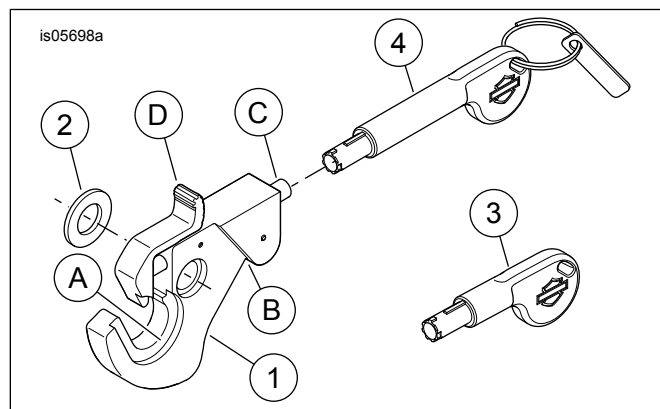

Figure 3. Pièces détachées : Kits de serrure pour accessoires amovibles
Voir Figure 3 et Tableau 2.
Voir Figure 3. Selon l'accessoire amovible installé, les positions du dégagement (A) et des encoches (B) seront utilisées comme entretoises ou montures de galet d'ancrage. Vérifier que le loquet de verrouillage est positionné de façon qu'un accès de clé existe pour déverrouiller le loquet.
1. **Verrouiller le loquet** : Voir Figure 3. Lorsque l'accessoire amovible est installé, pousser le verrou à ressort (C).